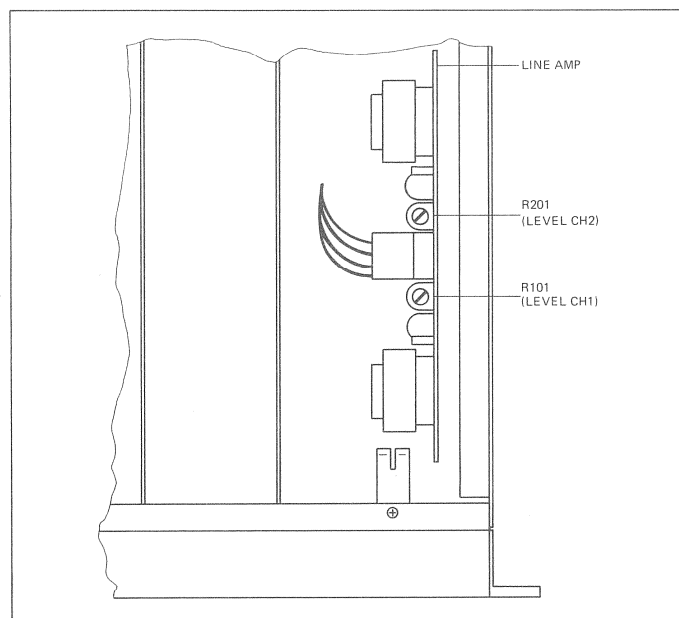

Fig. 4.23
- Le niveau de sortie des sorties symétriques doit s'élever à +15 dBm $\pm$ 0,2 dBm. Le niveau peut être ajusté à l'aide des potentiomètres trimmers R101/R201 (voir fig. 4.23) placés sur l'amplificateur de ligne 1.769.270 (version avec transformateurs) ou 1.769.275 (version sans transformateur).